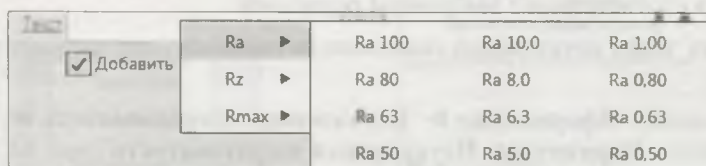

Рис. 14.12. Часть пользовательского меню обозначения шероховатости
Текст	Ввод текста надписи либо с клавиатуры, либо из пользовательского меню (см. рис. 14.12). Вызов пользовательского меню осуществляется двойным щелчком ЛК мыши в поле Текст
- ◆ щелкните ПК мыши дважды в поле **Текст**. Из появившегося пользовательского меню (рис. 14.12) выберите шероховатость **Ra 6.3**;